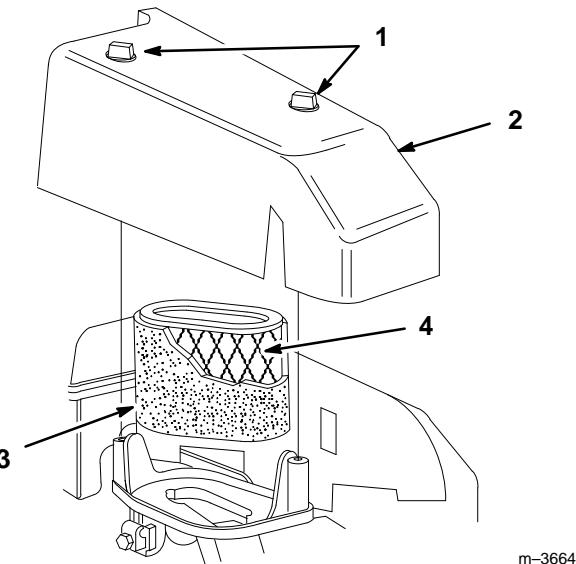

Figure 17
- Afloje las 2 perillas que sujetan la cubierta del depurador de aire al motor (Fig. 17).